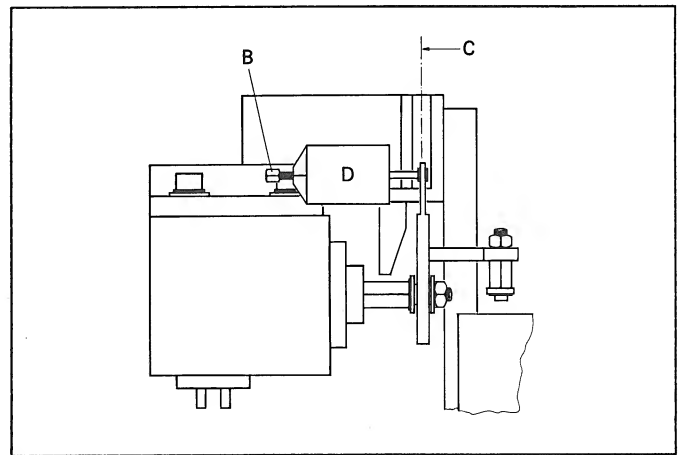

Fig. 3.6
- Appuyer tour à tour sur les touches PLAY et STOP et observer les mouvements du support pivotant. En tournant l'écrou à six pans [B] de l'amortisseur à piston (Fig. 3.6), régler l'amortissement de façon que le support pivotant passe de façon continue et sans secousses sur les positions PLAY ou STOP.
Cette manœuvre doit s'exécuter dans un délai de 0,5 à 0,8 seconde. Si le support pivotant se bloque par moments, il faut vérifier le fonctionnement aisé de la pompe d'amortissement [D] (Fig. 3.6) et de l'axe [C].